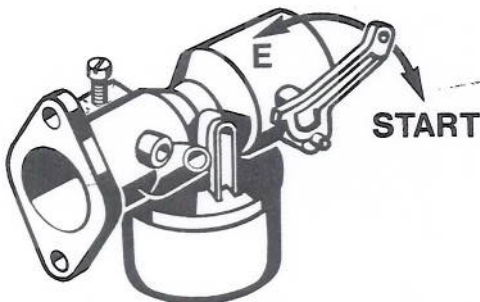

Bild 2
2. a. bei kaltem Motor: Hebel der Starterklappe (Bild 2) am Vergaser in "Start"-Stellung bringen
- b. bei warmem Motor: Hebel der Starterklappe am Vergaser in Betriebsstellung (E, Bild 2) lassen.